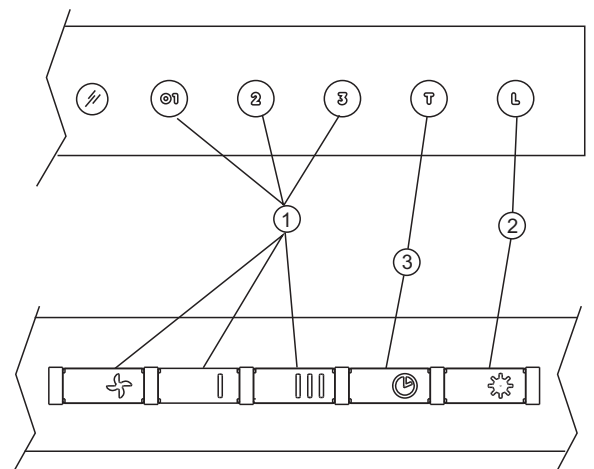
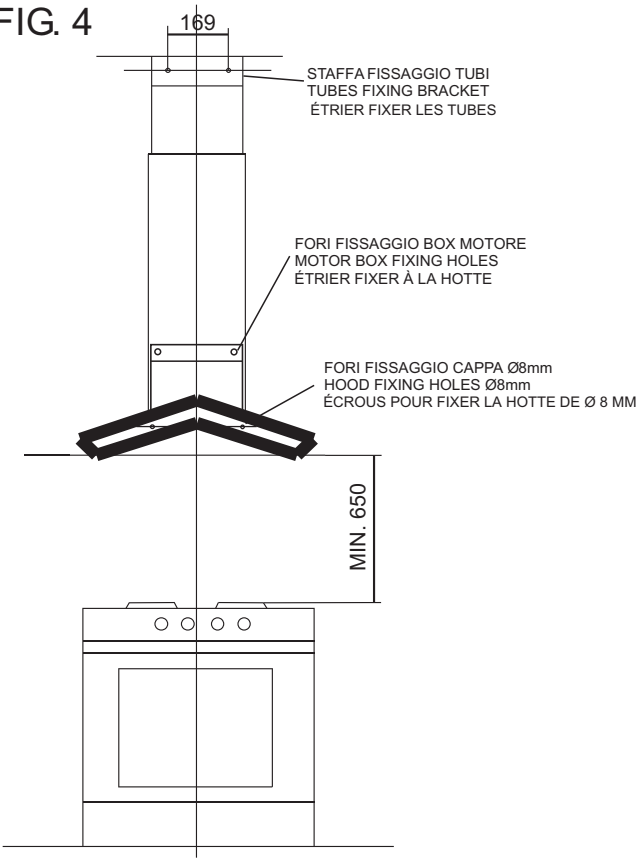

FIG. 4
FIG. 5
- 1) Stabilire la distanza tra il piano di cottura e la cappa (Fig. 4).
- 2) Solo in caso che si usa la riduzione a 125 mm (4"59/64) fissare la flangia (Fig. 5/H) sull'uscita del motore.
- 3) Preparare i fori sul muro per il fissaggio dell'insieme motore-cappa (Fig. 5/L), alla giusta distanza dal piano di cottura come in allegato, dopodiché appendere la cappa al muro (Fig. 4).
tasselli (Fig. 5/O). Per alcuni modelli provvisti di staffa rinforzo (Fig.2/1) è sufficiente solamente bloccare la stessa con viti + tasselli, forniti in dotazione, negli appositi fori (Fig.2/2).
- 5) Collegare alla flangia un tubo uscita aria Ø 150(5"29/32) o Ø 125 mm (4"59/64) (Fig.5/F) non fornito a corredo. **ATTENZIONE:** Per ridurre il rischio di fuoco usate solo tubazioni metalliche. Assicurarsi che tutte le parti siano ben fissate e che le parti in movimento siano ben protette.
- 1) Fissare la staffa al muro (Fig. 5/C) in base all'altezza desiderata dei tubi, tramite le due viti con tassello (Fig. 5/A).
- 2) Fissare il tubo corto (Fig. 5/D) alla staffa tramite le due viti (Fig. 5/B).
- 3) Applicare dal davanti il tubo lungo (Fig. 5/E) allargando leggermente le due facce laterali.
- 4) Fissare agendo dall'interno il tubo lungo alla cappa tramite le due viti (Fig. 5/Q), dopo aver inserito i dadi in gabbia.